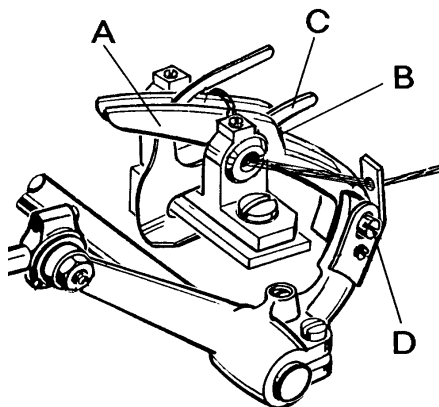

Fig. 23
On the two thread double locked stitch machines, the height of the looper thread take-up (A, Fig. 23) is set so that the cast-off hook (C) forces the looper thread over the corner (B) of the looper thread take-up (A) at the time the point of the descending needle is flush with the lower edge of looper or projects up to 1 mm (0.40 in.) below the lower edge of looper.
Draw the looper thread into the machine, rotate handwheel in operating direction and note the position of the needle point to lower edge of looper at the time the cast-off (C) forces the looper thread over the corner (B). For setting the looper thread take-up loosen screw (D, Fig. 23). When the needle point is positioned above the lower edge of looper, the looper thread take-up (A) has to be raised accordingly. When the needle point is positioned more than 1 mm (.040 in.) below the lower edge of looper the looper thread take-up (A) has to be lowered accordingly. Retighten screw (D).
En las máquinas de costura de doble cadeneta de dos hilos se ajusta la altura del alimentador del hilo del looper (A, Fig. 23) de tal manera que el gancho del alimentador del hilo del looper (C) suelte el hilo sobre el canto (B) del alimentador (A) en el momento cuando la punta de la aguja coincide con el borde inferior del looper.
Enhebre el hilo del looper, gire el volante en sentido de operación y memorice la posición de la punta de la aguja referente al looper en el momento cuando el gancho del alimentador (C) suelte el hilo sobre el canto (B). Para ajustar el alimentador del hilo del looper suelte el tornillo (D, Fig. 23). Si la punta de la aguja se encuentra por encima del borde inferior del looper, hay que ajustar el alimentador (A) hacia arriba. Si la punta de la aguja se encuentra más que 1 mm por debajo del borde inferior del looper, hay bajar el alimentador adecuadamente. Apriete el tornillo (D) otra vez.